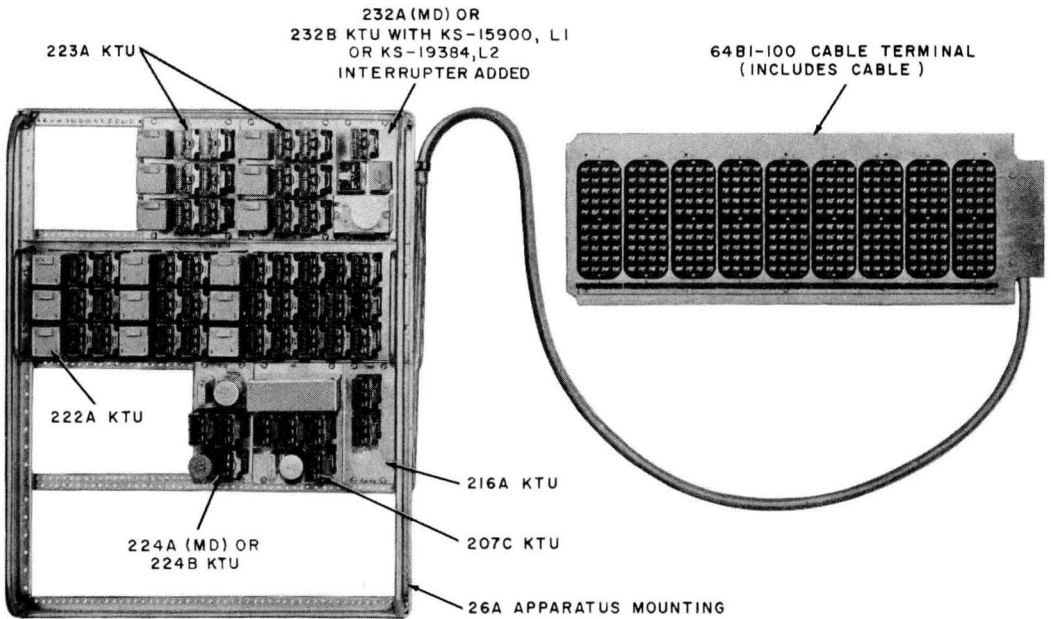

Fig. 3—200H15DC KTU
2.14 *200H-Type KTU* (Fig. 3) provides: